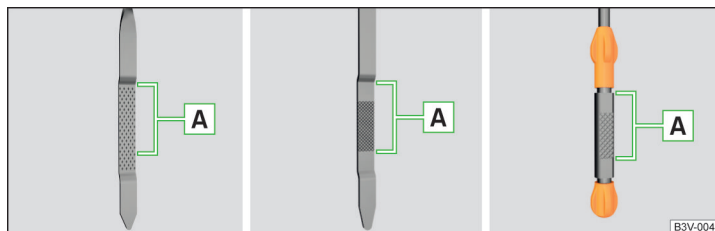

Fig. 146 Imagen esquemática: Varilla de medición de aceite
Varilla de nivel de aceite » fig. 146
- El nivel de aceite no debe estar nunca sobre o debajo de la zona **A** » fig. 146. ¡Existe riesgo de daños del motor, así como en el sistema de gases de escape!